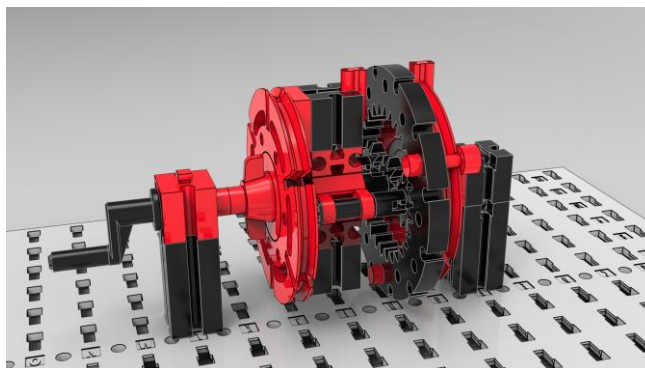

Abb. 3: Planetengetriebe mit festem Planetenradträger (Steg) und Sonnenradantrieb
Betrachte und konstruiere zunächst das folgende Planetengetriebe mit festem Steg und dem Sonnenradantrieb auf der Antriebswelle (Abb. 3):
1. In dem Planetengetriebe in Abb. 3 ist der Steg fest. Konstruiere ein weiteres Planetengetriebe, in dem entweder das Sonnenrad oder das Hohlrad fest montiert ist.
- 1. In dem Planetengetriebe in Abb. 3 ist der Steg fest. Konstruiere ein weiteres Planetengetriebe, in dem entweder das Sonnenrad oder das Hohlrad fest montiert ist.